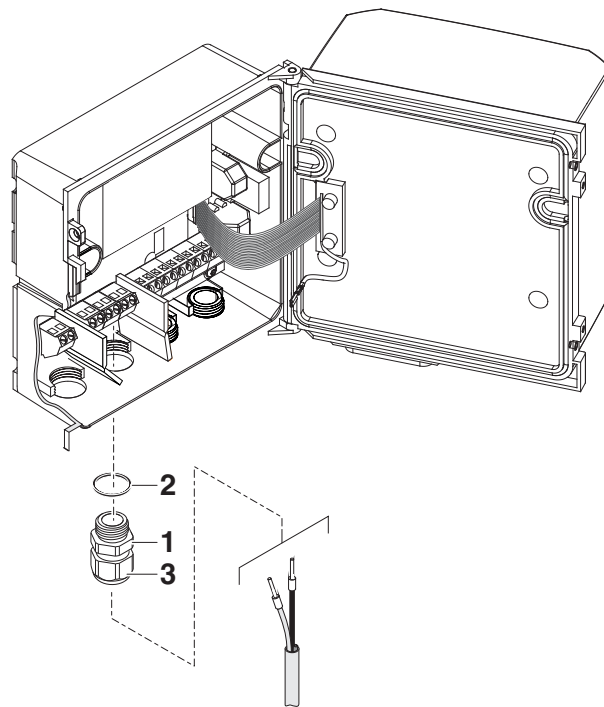

figura 3-18 Inserción de líneas
- 2 Enrosque un casquillo prensacables (pos. 1 en la figura 3-18) con el anillo de estanqueidad (pos. 2) en la carcasa debajo de las respectivas conexiones.
- 3 Afloje el anillo de acoplamiento (pos. 3).
- 6 Apriete el anillo de acoplamiento (pos. 3).